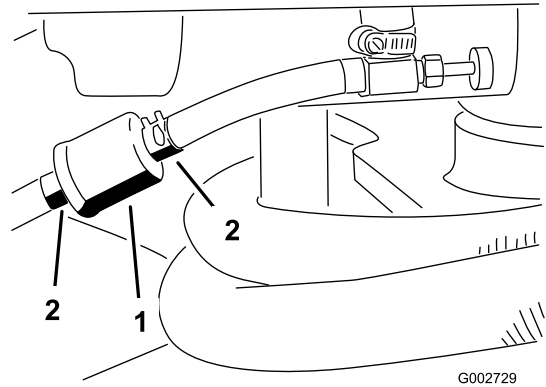

图 31
1. 关闭燃油切断阀拧松滤芯化油器侧的软管夹然后从滤芯上拔下燃油管线图 31。